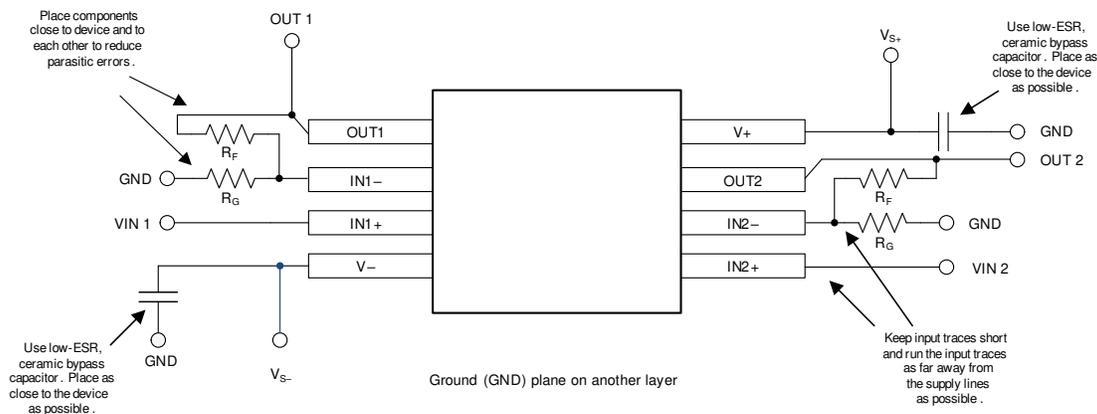

図 8-8. レイアウト例
- 外付け部品は、可能な限りデバイスに近く配置します (図 8-8 を参照)。 $R_F$  と  $R_G$  を反転入力に近付けて配置すると、寄生容量を最小化できます。